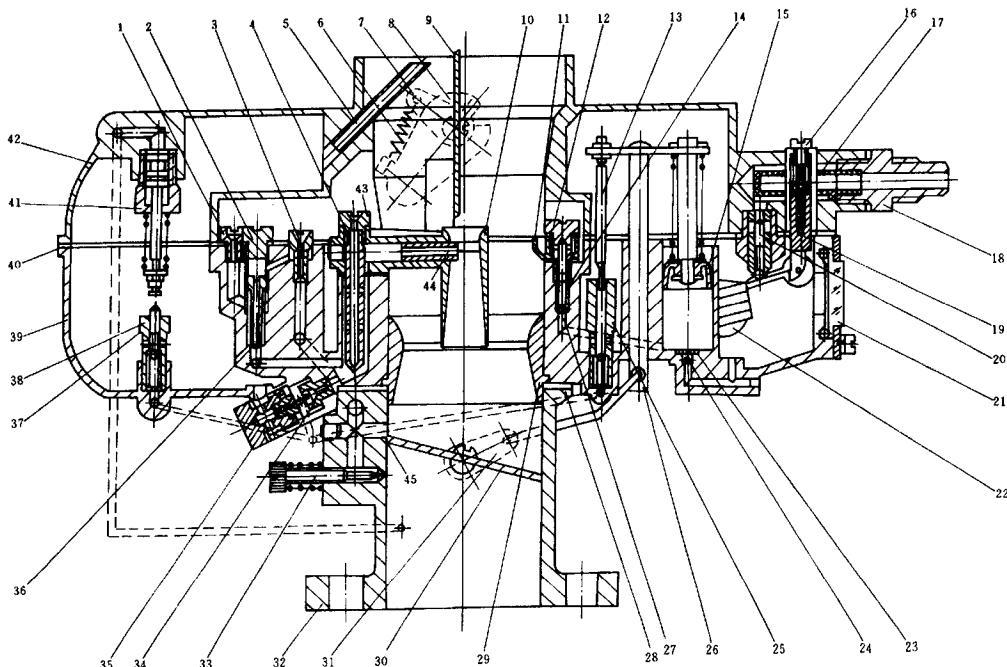

图 1-7 CAH101 型化油器
(1) CAH101 型化油器结构如图 1-7 所示。分解时，拆卸加速泵与节气门联动机构之间的连接杆，拧出全部上体紧固螺钉，取下上体及上体和中体之间的衬垫。旋出浮子轴，取出浮子、浮子支架和弹簧。取出真空省油器总成，并分解出真空套筒、真空弹簧、真空活塞总成和真空套筒调整垫圈。取出加速泵拉钩，抽出加速泵活塞总成，并分解出加速泵喷嘴、加速泵重块、钢球、加速泵拉杆总成及活塞总成、活塞皮碗、弹簧及垫圈、加速泵活塞杆及弹簧，抽出机械省油器总成，并分解出机械省油器推杆、夹子和球阀垫圈。脱开中体和下体间的连接杆，拧出中体全部紧固螺钉，取出中体及下体间衬垫。从上体拆下阻风门总成，并分解出阻风门轴、回位弹簧、半自动阻风门拉簧、阻风门拉杆及轴套、阻风门。拆下进油管接头，取出进油滤网。从中体拆下大喉管、主量孔、泡沫管总成、功率量孔、第一和第二怠速空气量孔、恒温阀总成及双片金属。